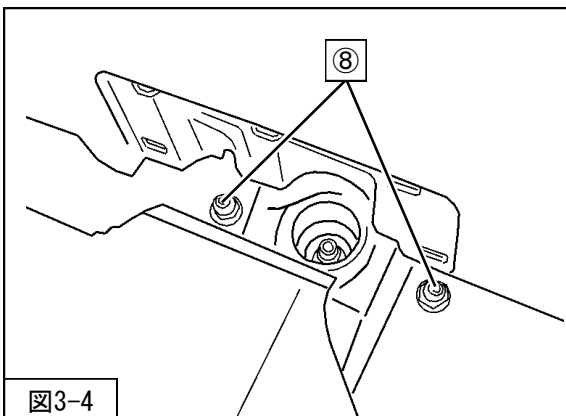

図3-4
- ⑧リアサスペンションASSYアッパー取付ナットを取外してください。（図3-4）